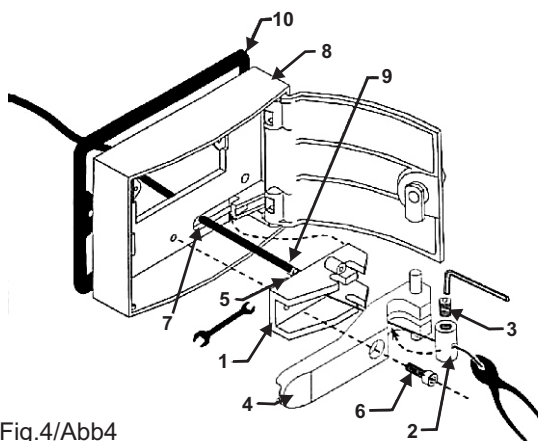

Fig.4/Abb4
- 7) En suivant la fig.4, fixer le boîtier (8) au mur avec 4 chevilles, en faisant attention à ce que le trou de sortie de la gaine se trouve dans l'axe du trou passant (7)
- 8) Dévisser la vis (6) et ôter le support (1). Visser sur le support (1) le registre (5) avec le contre-écrou.
- 9) Enfiler la corde d'acier dans le registre et la faire passer dans l'ouverture de la poignée 4. Enfiler la corde d'acier dans le trou de la borne (2)
- 10) Tendre le câble avec une pince et le bloquer à l'aide du goujon (3). Régler la tension du câble à l'aide du registre (5).
- 11) Enfin placer le support (1) ainsi assemblé dans son logement et le fixer avec la vis (6)
- 7) Siguiendo la fig.4/Abb.4, fije a la pared la caja (8) con 4 tacos, observando que el agujero de salida del recubrimiento esté alineado con el agujero pasante (7).
- 8) Desenrosque el tornillo (6) y quite el soporte (1). Enrosque en el soporte (1), el regulador (5) con la contratuercas.
- 9) Introduzca el cable de acero en el regulador y hágalo pasar por la rendija de la manilla (4). Introduzca el cable de acero en el agujero del sujetador (2).
- 10) Tense el cable con una pinza y fíjelo con el tornillo sin cabeza (3). Ajuste la tensión del cable con el regulador (5).
- 11) Por último, coloque de nuevo el soporte (1) ensamblado en su alojamiento y fíjelo con el tornillo (6).